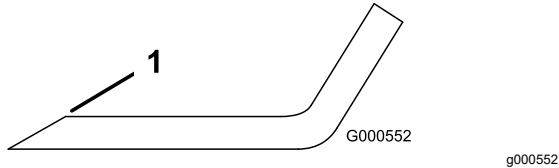

Figura 80
1. Utilice una lima para afilar el filo de corte en ambos extremos de la cuchilla (Figura 80).
Nota: Si la cuchilla no está equilibrada, rebaje algo el metal en la parte de la vela solamente con una lima (Figura 80).